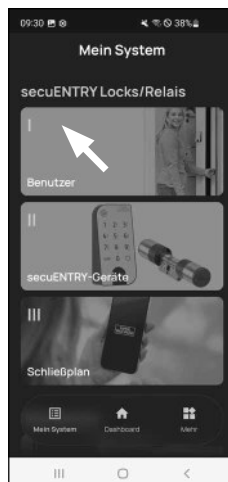

Abb. 2
- ② Tippen Sie auf den ersten Menüpunkt „I - Benutzer“ (Abb. 2).
- ③ Sie sehen eine Auflistung der bereits angelegten Benutzer. Tippen Sie den Benutzer an, für den Sie den sE-Key einrichten möchten (Abb. 2).